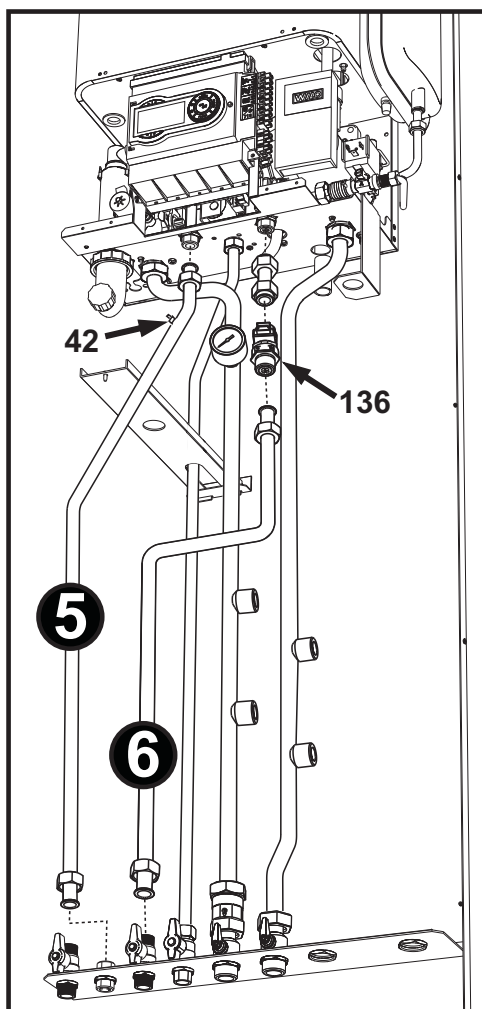

fig. 31
•Fissare la “Tubazione Mandata Sanitario - 5” e la “Tubazione Ritorno Sanitario - 6” indicati nella fig. 31.